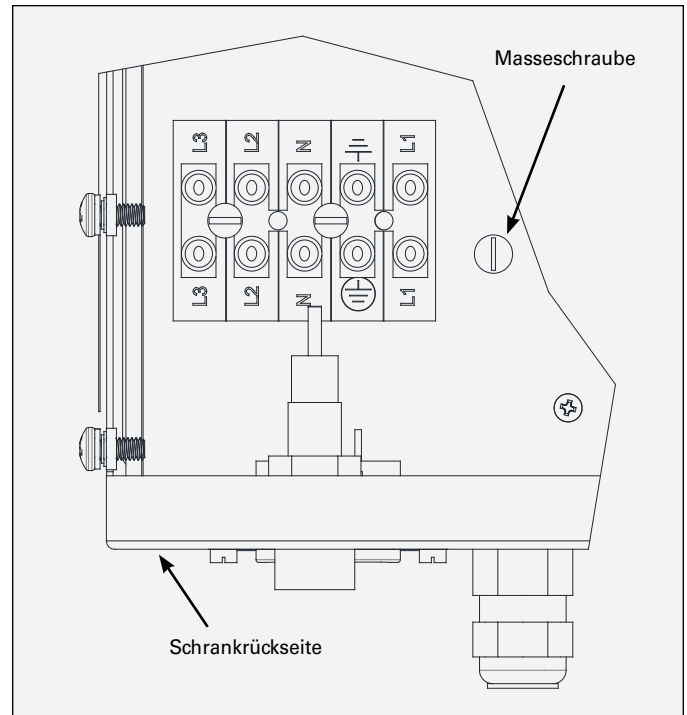
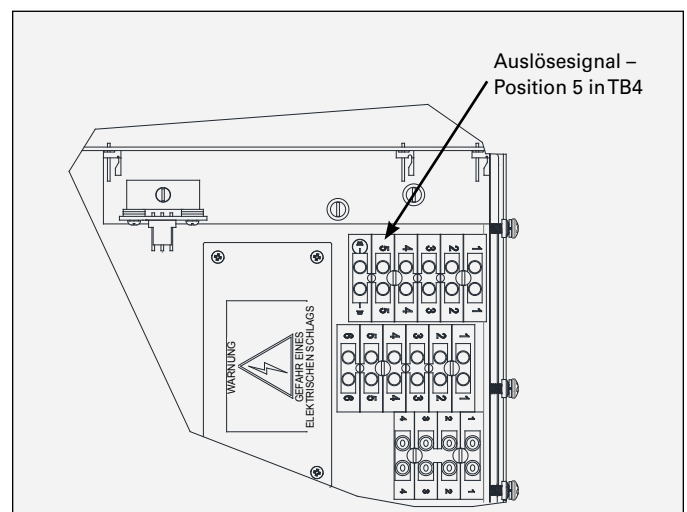
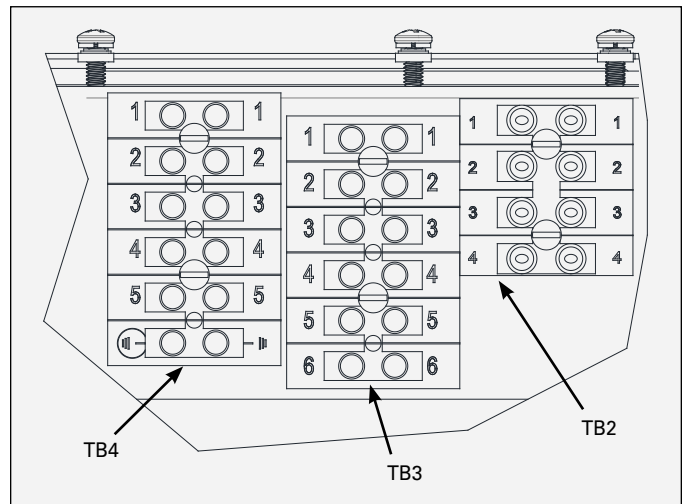

Abbildung 13: Masseschraube auf der Grundplatte
Abbildung 14: Klemmleiste für Fern-I/O-Signal
Abbildung 16: Lage der I/O-Klemmleisten
3. Wenn der Strömungsschalter verwendet wird, den Masseleiter (grün) vom Strömungsschalter zur Masseschraube auf der Grundplatte verlegen, wie in Abbildung 13 dargestellt. Das Auslösesignal (schwarz) sollte mit dem Auslösesignal auf dem Klemmleistenanschluss für Remote-I/O (Position 5) verbunden werden, siehe Abbildung 14.
4. Die Platine Lokal/Remote (Baugr.-Nr. A13123), dargestellt in Abbildung 14 unten unter der Klemmleiste für Fern-I/O-Signal, ist für den Auslöseschutz im Modus REMOTE vorgesehen. Die Brücken müssen dafür in die „Bypass-Position“ gebracht werden, damit für die gewünschte Eingangsart ein Betrieb im Modus LOKAL möglich ist. Die Lage der Brücken auf der Platine ist in Abbildung 16 dargestellt. Verwenden Sie die Brücken-Einstelltabelle für den Modus LOKAL, um die für Ihren spezifischen Eingang geeigneten Brückeneinstellungen herauszufinden.
4. Verbinden Sie die Leiter an der jeweiligen Position der I/O-Fernsignale. Schrauben Sie die Schrauben der Klemmleiste fest, um die Leiter zu befestigen. Die Tabelle mit der jeweiligen Lage der I/O-Signale enthält eine vollständige Liste aller Positionen von I/O, Masse und 24 VDC-Versorgung sowie deren Spannungs- und Stromnennwerte. Die Positionen der I/O-Klemmleisten sind in Abbildung 16 dargestellt.